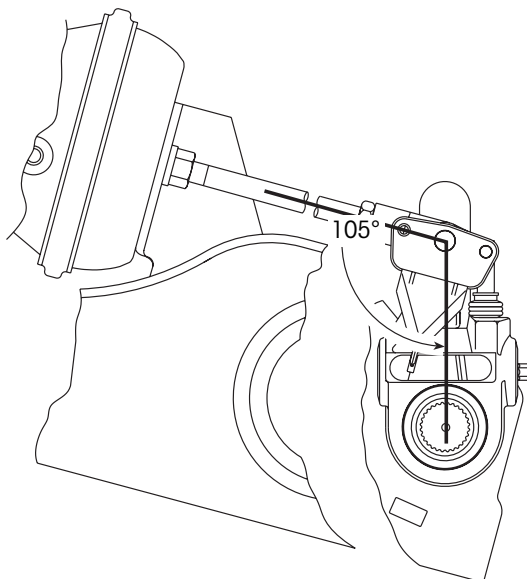

Figura 38. Ángulo de instalación adecuado para Crewson Brunner
13. Aplique un compuesto anticorrosivo a los pernos de la orquilla de 1/2 y 1/4 de pulgada e instáelos en la orquilla. Asegure los pernos de la orquilla con nuevas chavetas. Cuando están correctamente instalados, la varilla de empuje, el perno de 1/2 de pulgada de la horquilla y el brazo de la matraca forman un ángulo de 105° (figura 38).